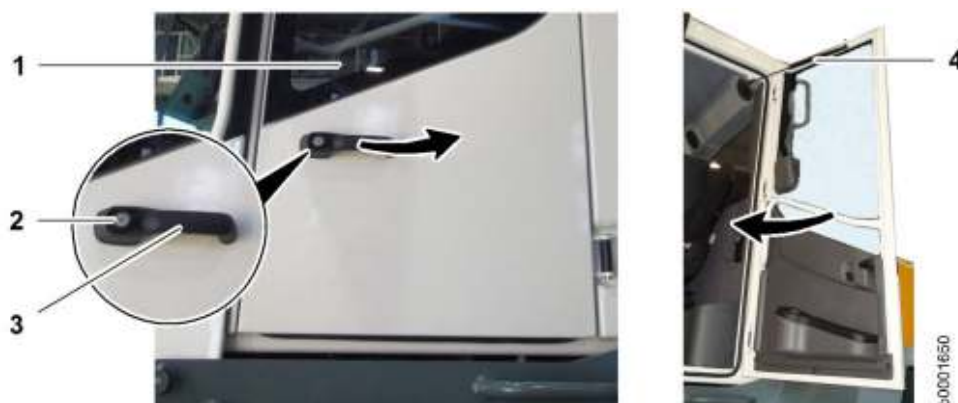

Fig. 63: Accesso alla cabina
- ▷ Lo sportello della cabina viene aperto mediante (vedere: fig. 63, pagina 78) e mantenuto in posizione.